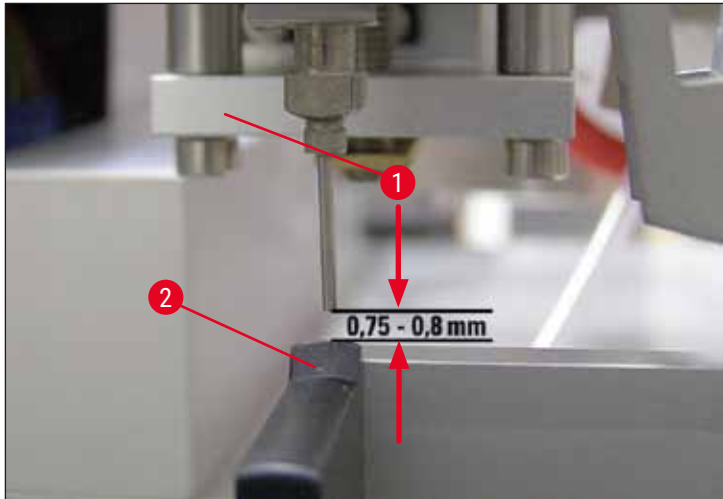

Fig. 16
8. Mediante una inspección visual por delante, se puede volver a comprobar la altura ajustada de la aguja dispensadora (→ Fig. 16).